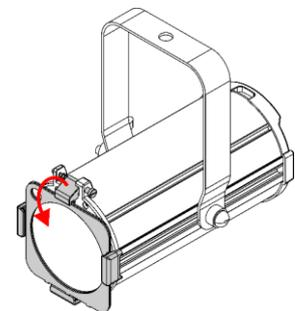

Abb. 12
- 04) Ziehen Sie die **Farbrahmenklammer (02)** nach unten, um die **federbelastete Schraube (01)** zu lösen (siehe Abb. 12). Der Farbrahmen wird dadurch fixiert.